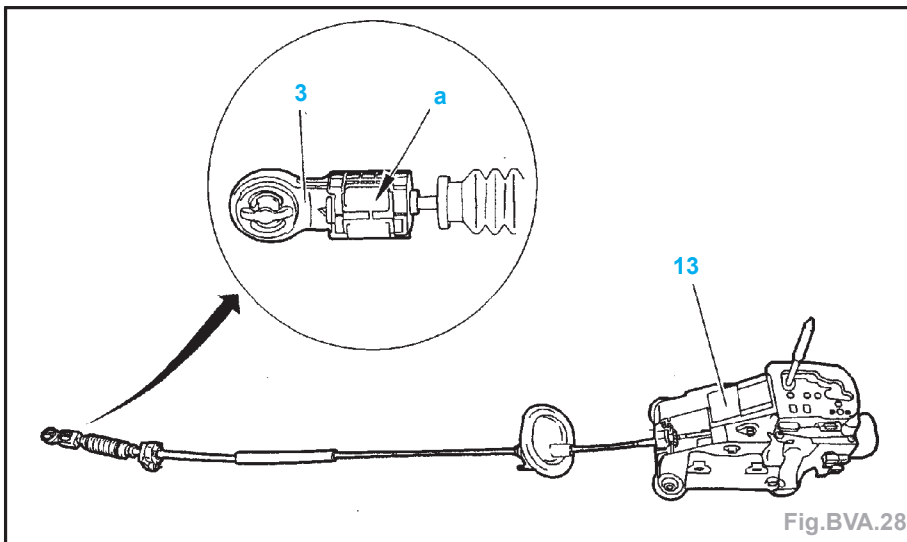

Fig.BVA.28
- Accoupler la rotule (3) (Fig.BVA.28).